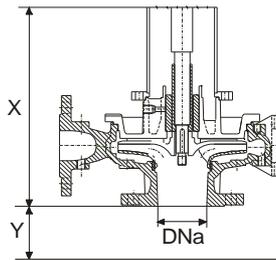

Fig. 2: Niveaux pour le calcul du niveau minimum
Sur le mode d'exécution "A", la lubrification est assurée par la présence d'un niveau de liquide minimum dans le bac. (voir fig.2 et tableau 1)
3. Mettre la pompe en marche seulement après l'avoir plongée dans le réservoir, ayant prévu un niveau de liquide minimum de façon à éviter un fonctionnement à sec des douilles. (tab.1, fig.2)